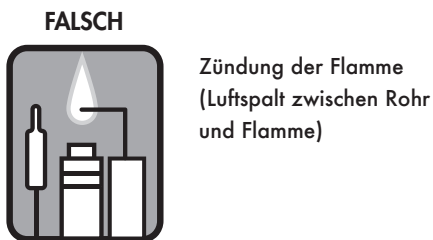
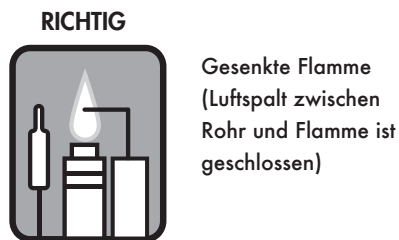

Abb. 4a: Wächterflamme brennt falsch
Abb. 4b: Wächterflamme brennt richtig
- a) Befindet sich zwischen Flamme und Rohr ein Spalt (siehe Abb. 4a), halten Sie den Startknopf weitere 15 Sekunden lang gedrückt, solange bis sich die Flamme direkt auf das Rohr abgesetzt hat (siehe Abb. 4b). Zur Erhitzung des Thermoelements muss der Drehknopf weitere 15 Sekunden lang gedrückt bleiben.
- b) Die Flamme sitzt bereits bei der ersten Zündung direkt auf dem Rohr (siehe Abb. 4b) und brennt somit korrekt. Halten Sie den Drehknopf ca. 15 Sekunden lang gedrückt, damit sich das Thermoelement erhitzen kann.